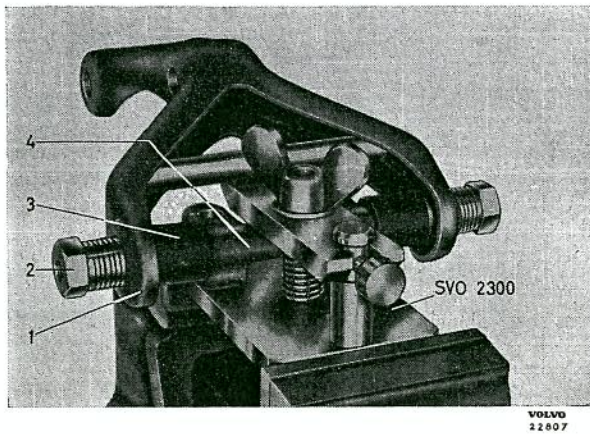

Bild 18. Montering av axel i övre länkarm.
1. Axeln (16) borttages från länkarmen genom att skruva bort smörjniplarna (12 resp. 19) och därefter de gängade bussningarna (13 resp. 18) vid axelns ändar.
4. Placera länkarmen i fixturen så, att pinnen på överfallet kommer in i U-profilen på länkarmen och hålen i axelns klackar passar på de båda styrpinnarna. Skjut överfallet mot länkarmen, drag åt vingmuttern något, skruva in stoppskruven samt drag åt vingmuttern. Se bild 18.